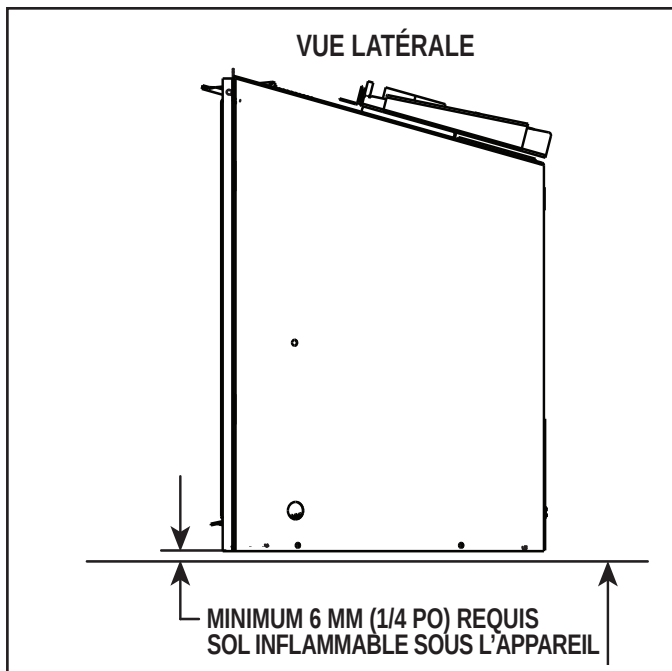

Figure 3.6 Dégagement par rapport au sol pour combustible solide
- Un espace minimal de 6,35 mm (1/4 po) entre le bas de l'appareil et le sol métallique de la boîte à feu pour combustible solide est **RECOMMANDÉ**. Voir la vue de côté à la Figure 3.6.